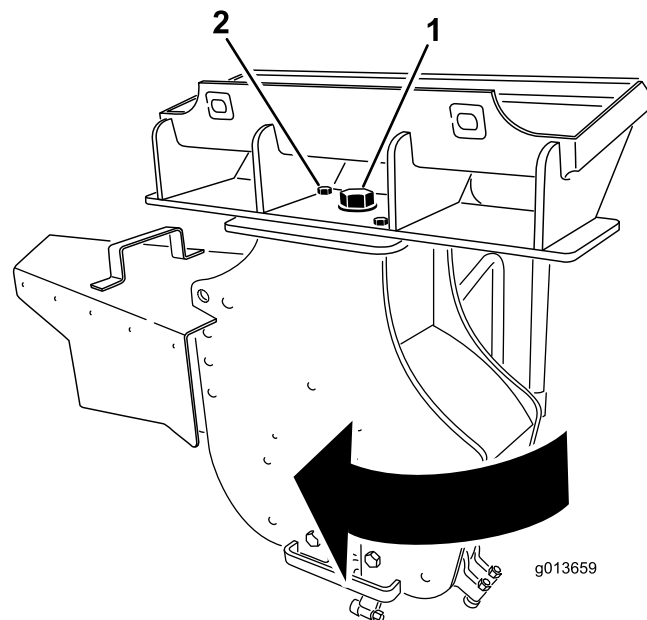

Figura 14
3. Allentate il bullone grande situato sopra il fresa ceppi (Figura 14).
4. Rimuovete il bullone e il dado anteriori che fissano il fresa ceppi (Figura 14).
5. Ruotate il fresa ceppi di 30 gradi in senso orario (Figura 14).
6. Serrate il bullone grande sopra il fresa ceppi a una coppia di 406 N·m come mostrato nella Figura 14.
7. Montate il bullone e il dado nel foro anteriore e serrateli a una coppia di 101 N·m come mostrato nella Figura 14.
13. Allentate il bullone grande situato sopra il fresa ceppi (Figura 14).
14. Rimuovete il bullone e il dado anteriori che fissano il fresa ceppi (Figura 14).
15. Ruotate il fresa ceppi di 30 gradi in senso antiorario (Figura 14).
16. Serrate il bullone grande sopra il fresa ceppi a una coppia di 406 N·m come mostrato nella Figura 14.
17. Montate il bullone e il dado nel foro anteriore e serrateli a una coppia di 101 N·m come mostrato nella Figura 14.